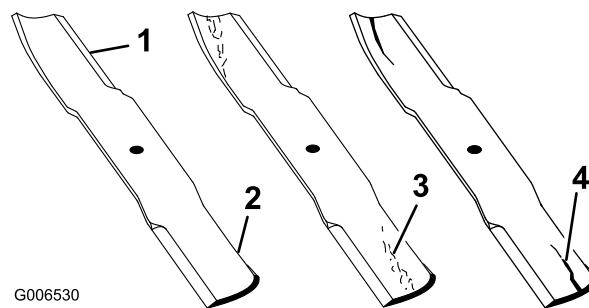

Figura 61
1. Inspeccione los filos de corte (Figura 61). Si los bordes no están afilados o tienen muescas, retire las cuchillas y afílelas. Consulte Afilado de las cuchillas.
2. Inspeccione las cuchillas, especialmente la parte curva (Figura 61). Si observa daños, desgaste o la
formación de una ranura en esta zona (Figura 61), instale inmediatamente una cuchilla nueva.